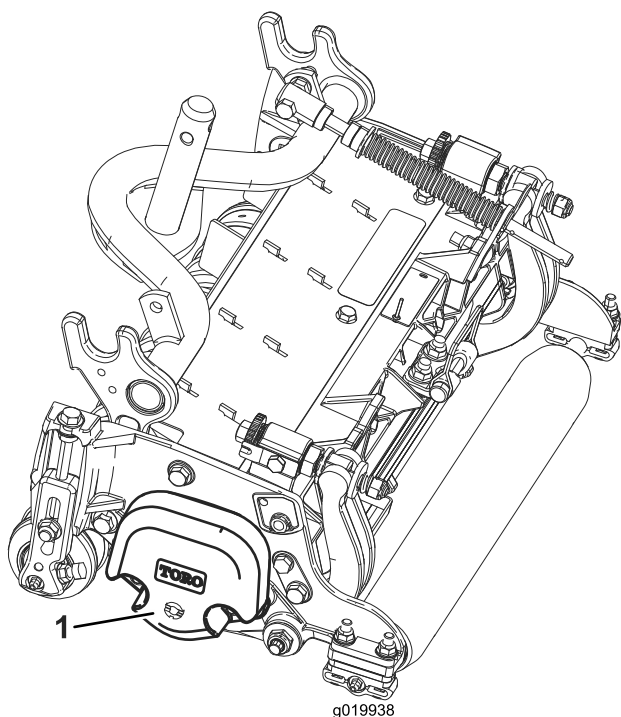

Figura 3
4. Certifique-se de que o contrapeso (Figura 3) está instalado na extremidade adequada da unidade de corte conforme descrito no Manual do utilizador da unidade de corte.